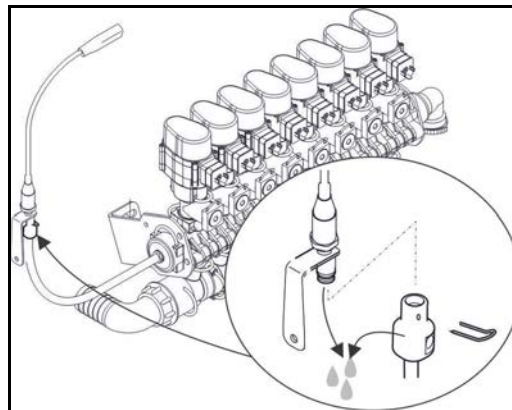

Bild 150
- Dra ut EMR kontakten (Bild 150/1) från styrenheten i hyttens centrala elkrets, som sitter under armstödet till höger om hytten.